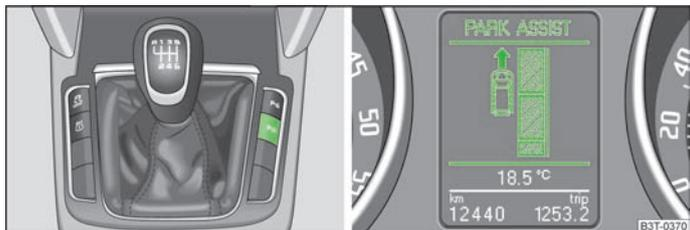

Fig. 121 Ligar a exibição da assistência ao estacionamento no visor de informações / visor de informações: localização de um lugar de estacionamento adequado
Com a assistência ao estacionamento activa, acende-se no botão a luz de controlo amarela » Fig. 121.
- Prima o botão  » Fig. 121.
- Conduza a uma velocidade máx. de 30 km/h e a uma distância de 0,5 m a 1,5 m relativamente à faixa de estacionamento » Fig. 121.
Caso prima o botão a uma velocidade superior a 30 km/h e inferior a 50 km/h, é exibida no visor do painel de instrumentos a mensagem de que foi ultrapassada a velocidade de detecção de lugares. Caso reduza para uma velocidade inferior a 30 km/h, é automaticamente exibido no visor do painel de instrumentos o estado da assistência ao estacionamento. Caso exceda a velocidade de 50 km/h, é necessário reactivar a indicação premindo o botão  » Fig. 121.